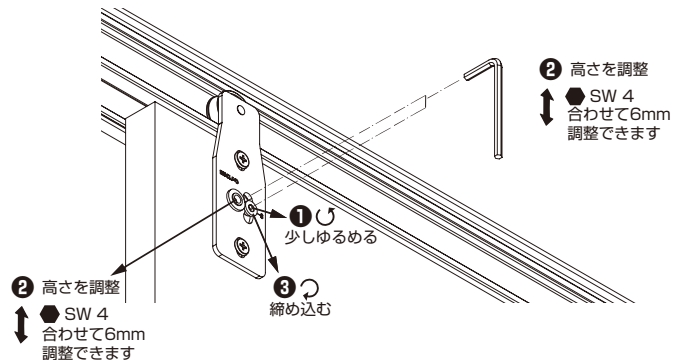

図 2-5-2
(3)調整は、ローラー①にあるねじを①～③の手順で行ってください。(図 2-5-2)